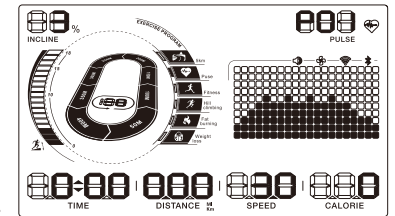

图23
2. 我们为您在面板上设置了心跳训练程式快捷键。(图23所示)